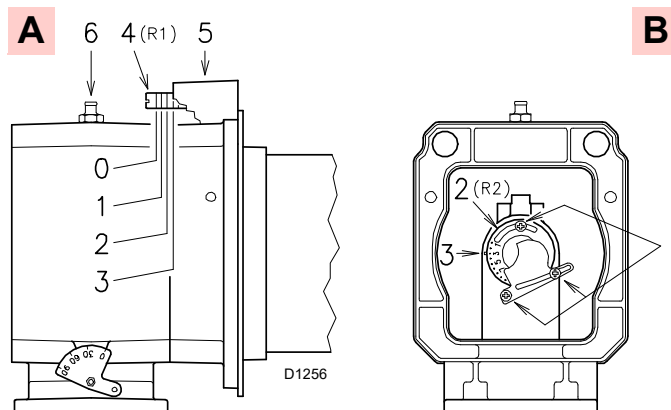
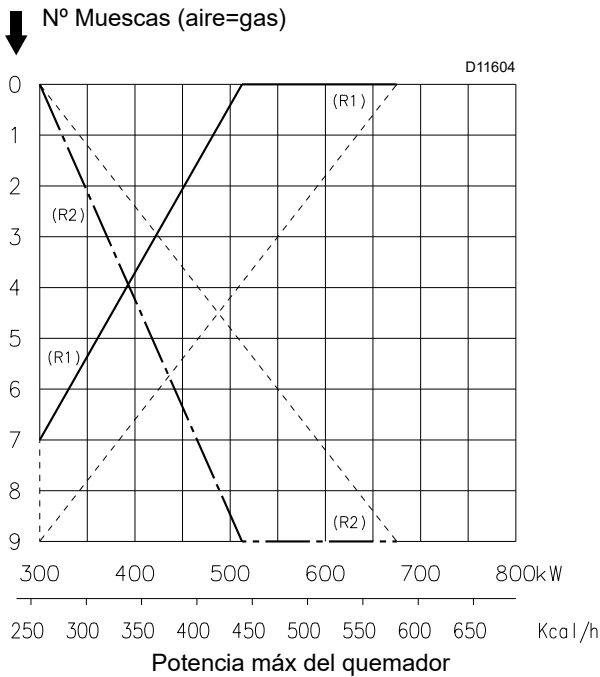

Fig. 13
Fig. 14
En este punto de la instalación, el tubo llama y el manguito se fijan a la caldera como se indica en A)(Fig. 13).
- del aire R1 (A, Fig. 13)
- del gas/aire R2 (B, Fig. 13)
Encontrar en el gráfico (Fig. 14) el número de la muesca con la cual regular tanto el aire como el gas.
Girar el tornillo 4)(Fig. 13) hasta que coincida la muesca hallada con el plano anterior 5)(Fig. 13) de la brida.
Para facilitar la regulación, aflojar el tornillo 6)(Fig. 13), regular y después bloquear.
Aflojar los 3 tornillos 1)(Fig. 13) y girar la tuerca 2) hasta que la muesca hallada coincida con el índice 3). Bloquear los 3 tornillos 1).
Del gráfico (Fig. 14) resulta que para esta potencia las regulaciones son:
El gráfico (Fig. 14) indica la regulación óptima para el tipo de calderas según la Fig. 3 en la pág. 10. Si la presión del gas lo permite, cerrando la tuerca 2) (Fig. 13) se puede reducir la formación de NOx.